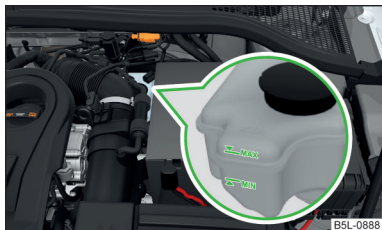

Fig. 163
Vérifier le niveau du liquide de frein - Le niveau du liquide de frein doit être compris entre les repères « MIN » et « MAX » » fig. 163.
- Toutefois, si le niveau de liquide baisse nettement en peu de temps, ou descend en dessous de la marque « MIN » » fig. 163, il peut se faire que le système de freinage fuie. 🚫 Ne poursuivez pas votre route, risque d'accident ! Faites appel à l'assistance d'un atelier spécialisé.